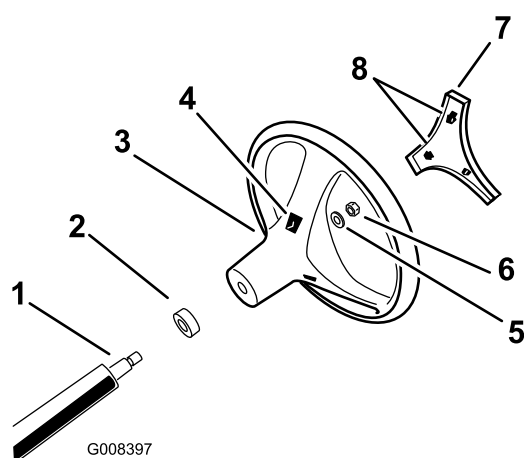

図 3
4. 図 3に示すようにロックナットでハンドルを固定し、24 29N・m 2.53.0kg/m = 18 22ft-lb にトルク締めする。
5. ハンドルのセンターカバーをハンドルのスロットに合わせて押し込み、センターカバーをハンドルハブに固定する図 3。